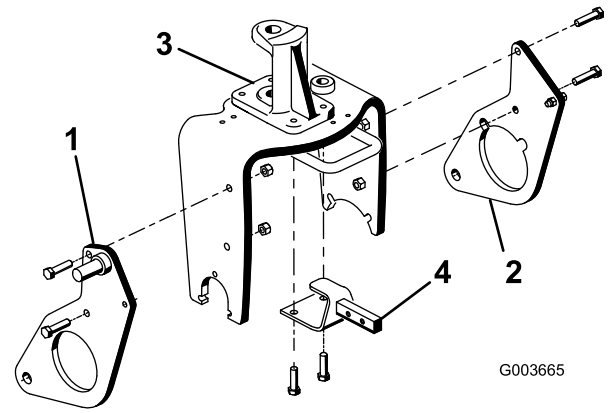

Bild 11
1. Befestigen Sie die rechte Pflugplatte mit zwei Schrauben ($\frac{1}{2}$ " x 2") und Kontermuttern lose an der rechten Seite der Lenkgabel, wie in Bild 11 gezeigt.
2. Wiederholen Sie den Vorgang mit der linken Pflugplatte (Bild 11).
4. Entfernen und entsorgen Sie die zwei Schrauben, mit denen die Vorderseite des Lenzapfens an der Oberseite der Lenkgabel befestigt ist (Bild 11).
5. Befestigen Sie die Kupplungsrahmenhalterung mit zwei Schrauben ($\frac{1}{2}$ " x $1\frac{3}{4}$ ") an der Unterseite der Lenkgabel an den Befestigungslöchern der Lenkgabel und des Lenzapfens; siehe Bild 11.